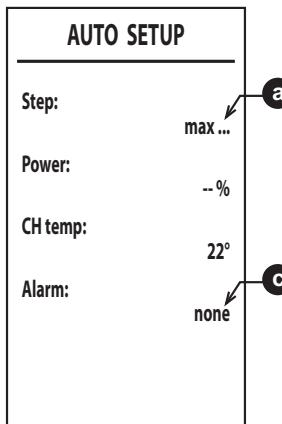

fig. 38
6. Dopo l'accensione, il bruciatore si posiziona in riscaldamento alle varie potenze (max, med, min) indicate dal punto a (fig. 38).
8. Qualora la sequenza di accensione descritta al punto “6” non sia andata a buon fine, compare la scritta max_err al punto a e un codice di errore al punto c (fig. 38).